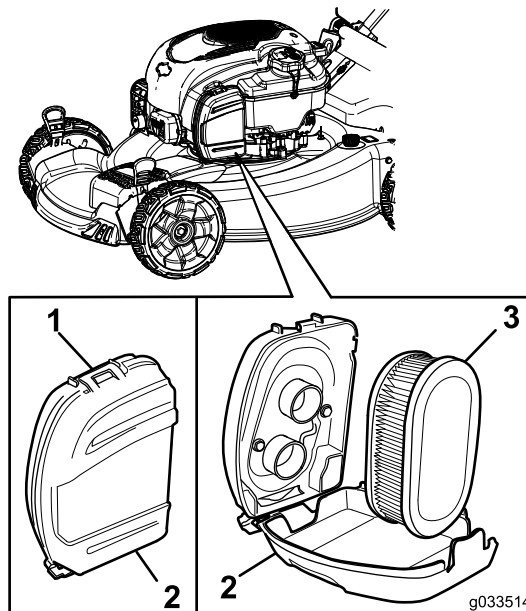

Figura 24
1. Sbloccate la parte superiore del coperchio del filtro dell'aria (Figura 24).
2. Rimuovete il filtro (Figura 24).